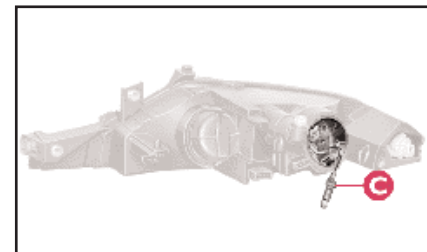

fig. 12
2) Sfilare il portalampada **C** (fig. 12), facendolo ruotare leggermente per facilitare lo sgancio.